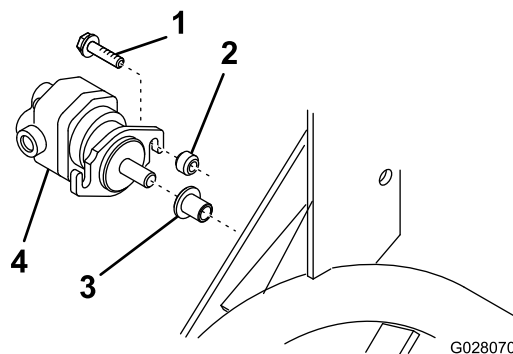

Figura 11
- B. Inserte el eje acanalado del motor del molinete en el tubo de almacenamiento del bastidor (Figura 11).
- C. Usando la brida del motor del molinete como plantilla, posicóñela según se indica en Figura 11 y perfore un taladro de 8,75 mm de diámetro en la línea marcada en el paso A.